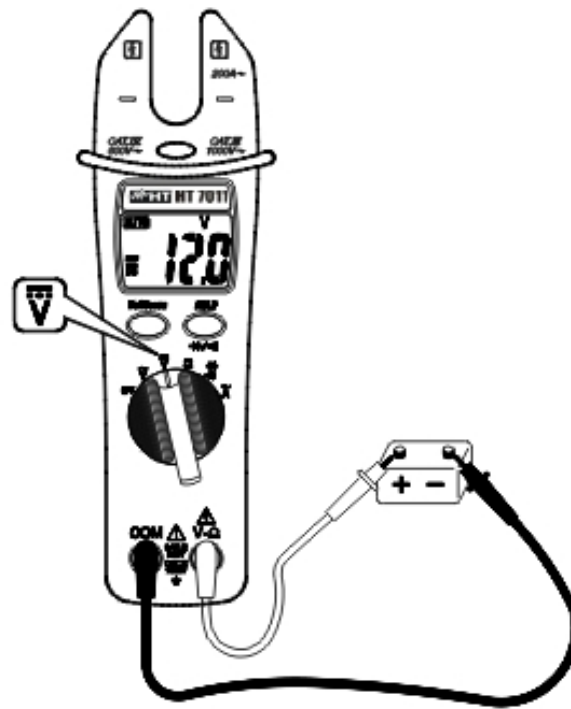

Abb. 3: Die Anwendung der Zange für DC Spannungsmessung
2. Verbinden Sie die Meßleitungen mit den Eingangsbuchsen, den roten Stecker mit der V / Ω Buchse und den schwarzen Stecker mit der COM Buchse. (s. Abb. 3)